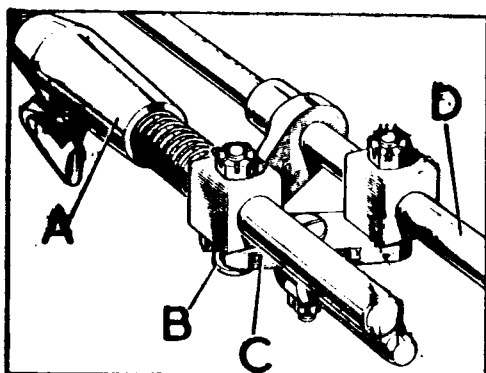

Fig. C-63 Conjunto de las barras correderas
- 4.1. Enlazar las dos barras correderas, A y D (Fig. C-63) por medio de la pieza de conexión, C, y los tornillos especiales, B.